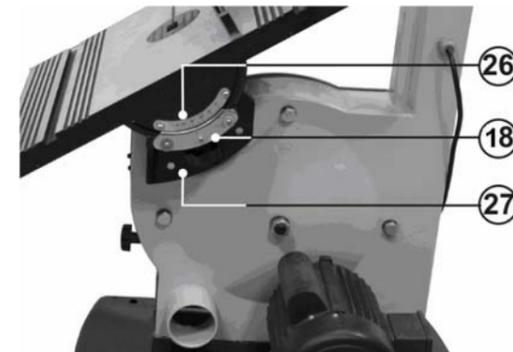

Рис. 7
- верхняя подвижная направляющая (5) с подшипником (40) и двумя ограничителями (33), на которые опирается пильная лента (6) и нижний стабилизирующий узел с подшипником (34) и двумя ограничителями (32).
11.5. Позиции рабочего стола (Рис. 7- 8)